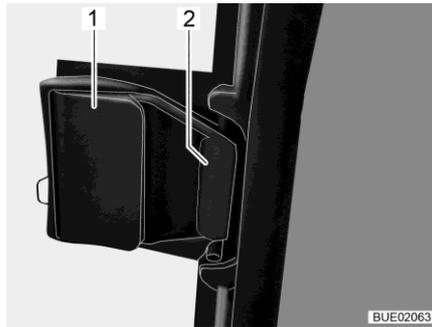

Fig. 92 Ventana corredera, bloqueada
- Tirar del elemento de desbloqueo (Fig. 92,1). El pestillo (Fig. 92,2) se abre.